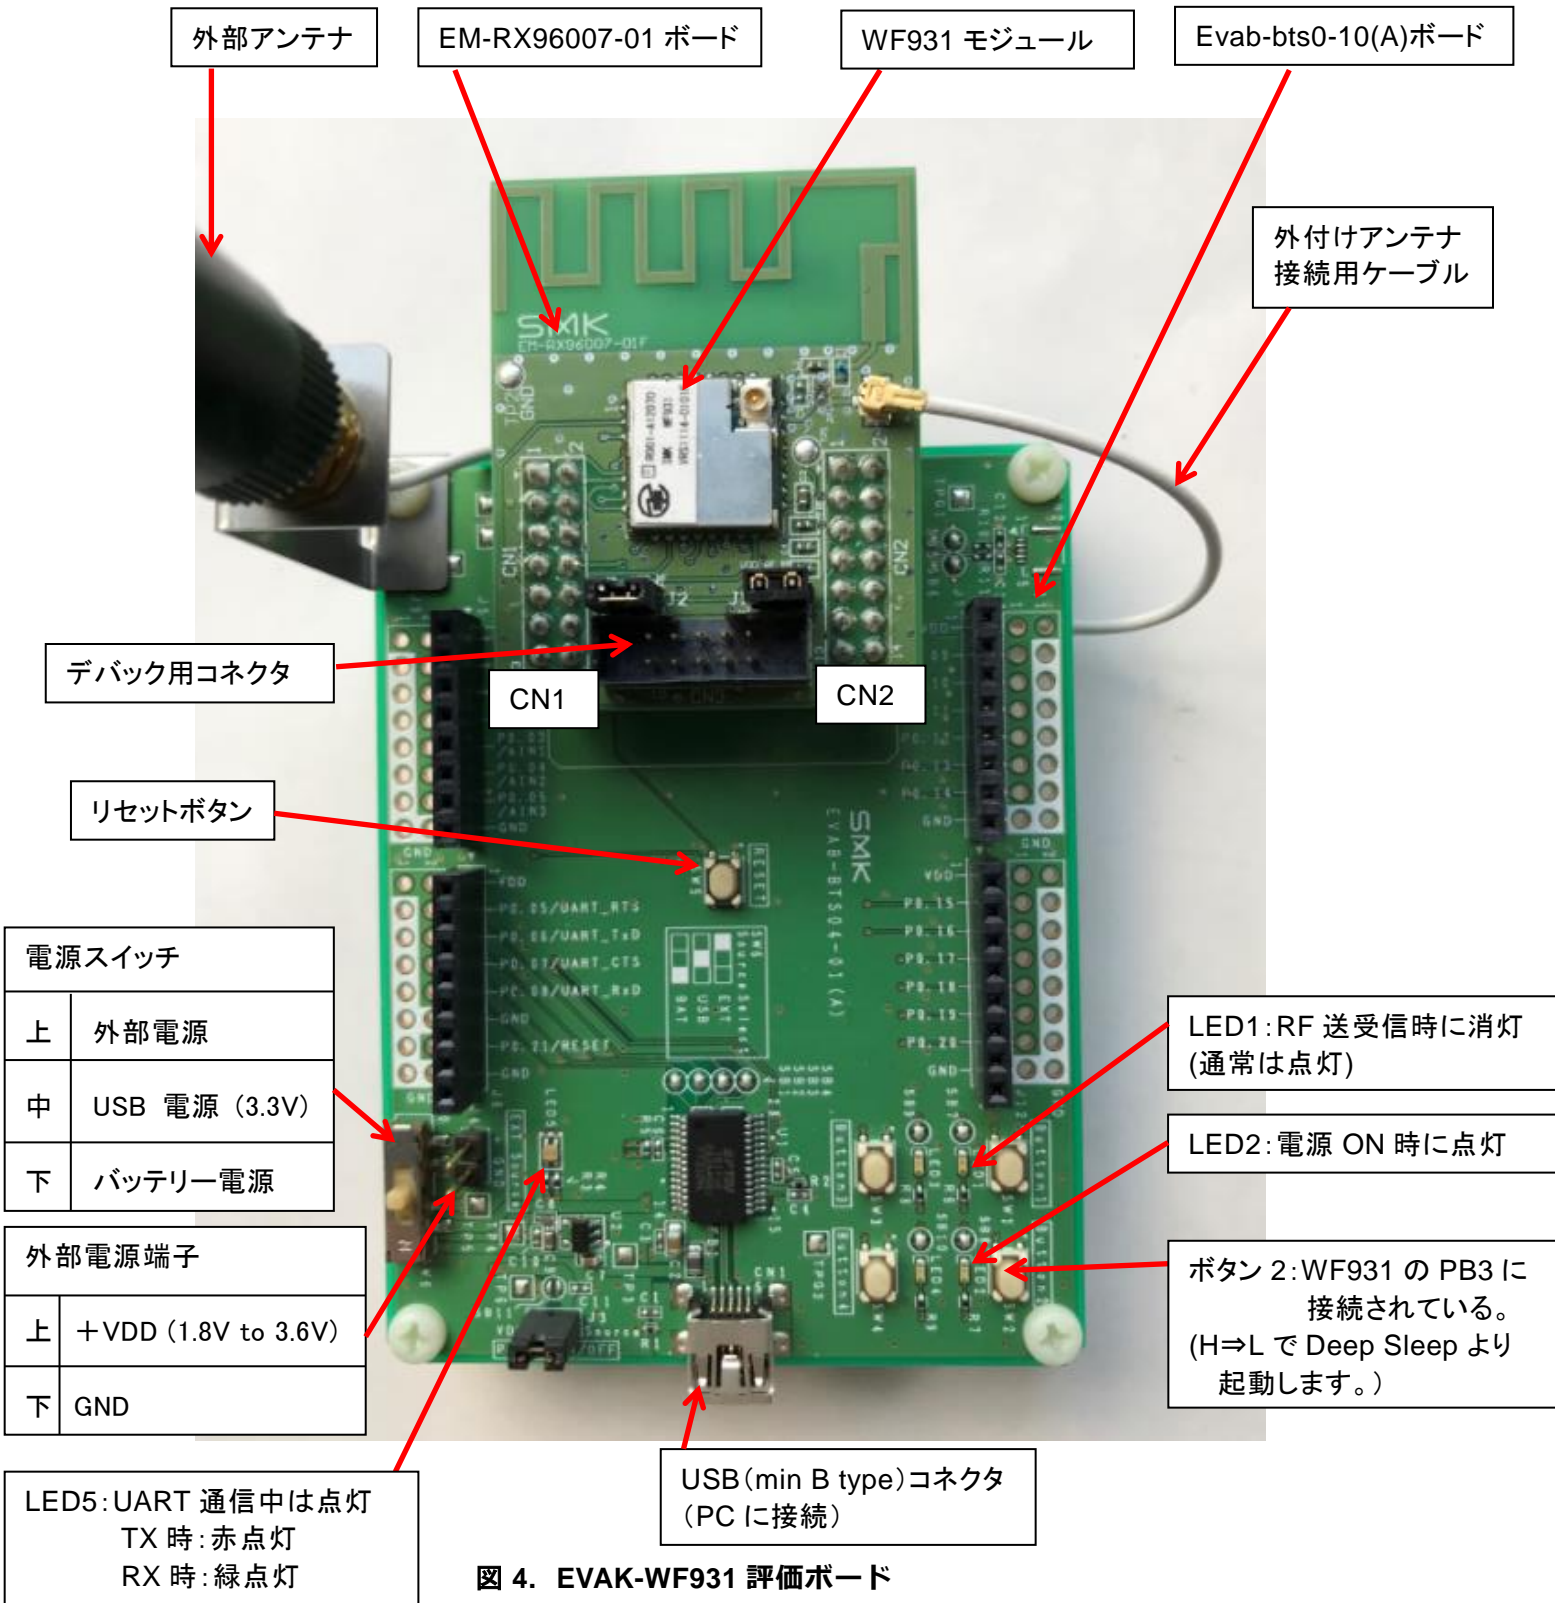

図 4. EVAK-WF931 評価ボード
- ① 図 4 の状態で、電源スイッチを ON (USB から電源を供給する場合はスイッチを中央 (中) 位置にセット、外部から電源を供給する場合は、上側 (上) にセット、外部電源端子に電圧を印加) にする。
- ② 電源が印加されると、LED2 が点灯します。
- ③ 図 4 のリセットボタンを押す。(POWER ON でリセットが掛かり動作を開始しますが、念のためリセットボタンを押してください。)
- ④ 上記により UART 通信で AT コマンドによる通信が出来る様になり、「Sigfox RF モジュール (WF931)製品仕様書」に基づいたコマンドを PC より出力すると、LED5 が UART 通信中は点灯 (TX 時は赤点灯、RX 時は緑点灯) 点灯し、UART 通信が終了後、無線送信を開始します。
- ⑤ 無線送信を開始すると LED1 が 3 回消灯して送信を終了します。(消灯中は送信状態)
- ① 4.2.2 の端子にて UART TX 端子、UART RX 端子を外部 CPU の UART 端子とクロス接続し、電源端子、GND 端子に電源電圧を印加する。